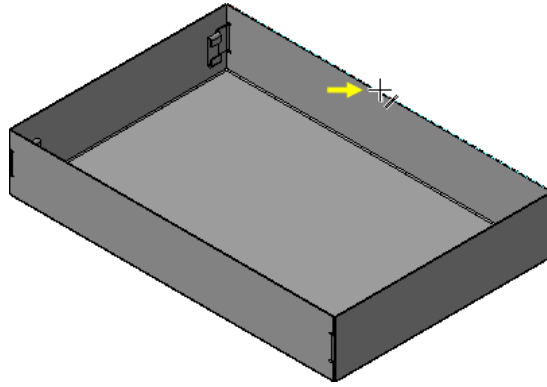

Рисунок 35.
- Укажите ребро и создайте сгиб длиной 8 мм  под углом 90 градусов, направленный внутрь Корпуса (рис. 35).